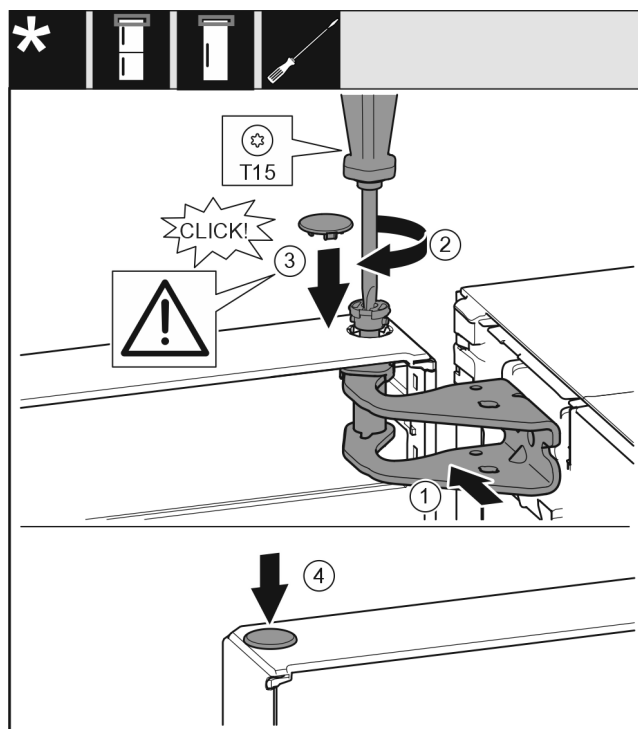

Fig. 23
- ▶ Ευθυγραμμίστε την πόρτα επάνω με το άνοιγμα στο στήριγμα. Fig. 23 (1)
- ▶ Τοποθετήστε τον πείρο Fig. 23 (2) και σφίξτε με κατσαβίδι.
- ▶ Τοποθετήστε το κάλυμμα ασφάλισης Fig. 23 (3) για την ασφάλιση της πόρτας: Τοποθετήστε το κάλυμμα ασφάλισης και ελέγξτε εάν εφαρμόζει στην πόρτα. Διαφορετικά, τοποθετήστε ολόκληρο τον πείρο.
- ▶ Τοποθετήστε την τάπα Fig. 23 (4).